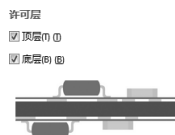

图 8-5 “Permitted Layers” 选项设置
(4) “Permitted Layers” (电路板工作层设置规则) 选项：用于设置 PCB 上允许放置元件的工作层，图 8-5 所示为该选项设置内容。PCB 上的底层和顶层本来是都可以放置元件的，但在特殊情况下可能有一面不能放置元件，通过设置该规则可以实现这种需求。